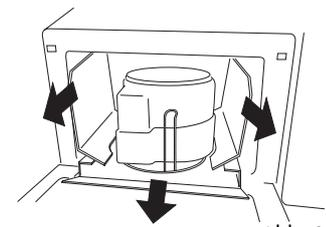
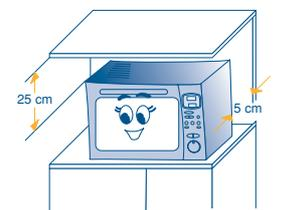

Abb. 8
Abb. 9
- Ziehen Sie das Ganze heraus, indem Sie an der Packung ziehen und achten Sie dabei darauf, dass die Senkrechtwände korrekt heraustreten (Abb.8).
- Entnehmen Sie auch den Drehteller (H) und seine Schutzhülle. Überprüfen Sie, dass der Drehstift (D) korrekt an seinem Sitz in der Mitte des Drehteller eingefügt ist.
- 5) **Nachdem Sie das Gerät auf der Arbeitsfläche aufgestellt haben, vergewissern Sie sich, daß zwischen den Geräteflächen und den Seitenwänden sowie der Rückseite ein Freiraum von etwa 5 cm und über dem Mikrowellengerät ein Freiraum von mindestens 25 cm verbleibt (Abb. 9).**